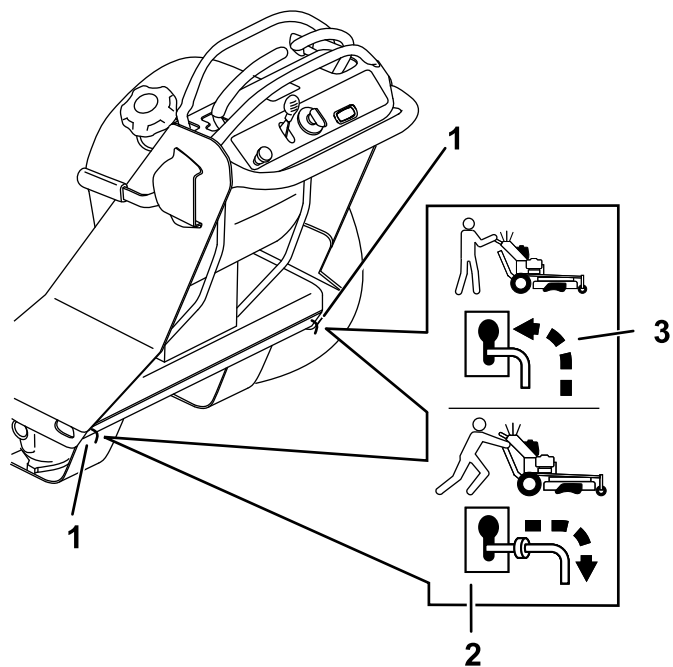

Figura 66
4. Mueva ambas palancas de desvío hacia atrás a través del orificio y hacia abajo para bloquearlas en esa posición (Figura 66).
7. Apague el motor y mueva las palancas de desvío hacia adelante a través del orificio y hacia abajo para bloquearlas en esa posición (Figura 66).